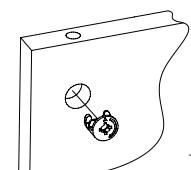

Рис.2
- Вставьте головки минификсов в детали 2, 3, 4, 5, 6 (Рис.2).